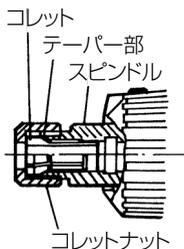

図 6
• トイシを取付ける場合は、図 6 に示すテーパ部にスピンドル油(ミシン油でも結構です)を少量塗布してからコレットナットを締めてください。